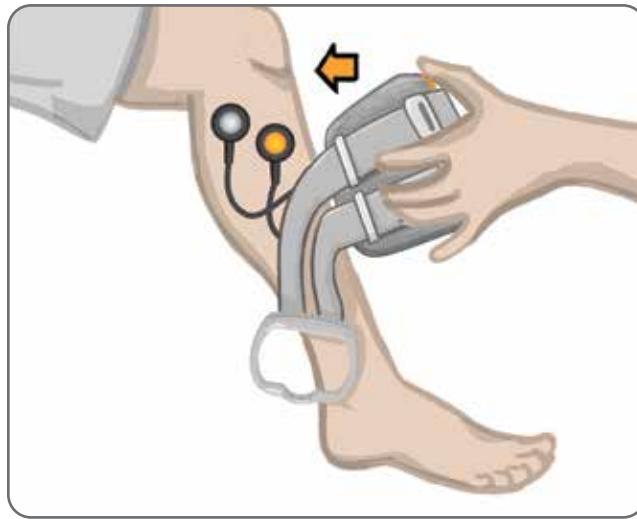

Figure 8-5 : Positionnement du localisateur sous la rotule
6. Positionnez le localisateur de la jambièrè juste sous la rotule, au-dessus du plateau tibial. Reportez-vous à la figure 8-5. Vérifiez que la jambièrè n'est pas en contact avec les bases d'électrodes. Le localisateur doit être bien ajusté sous la base de la rotule, sans inconfort.